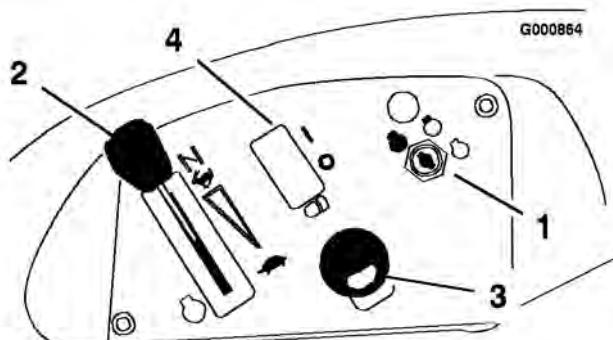
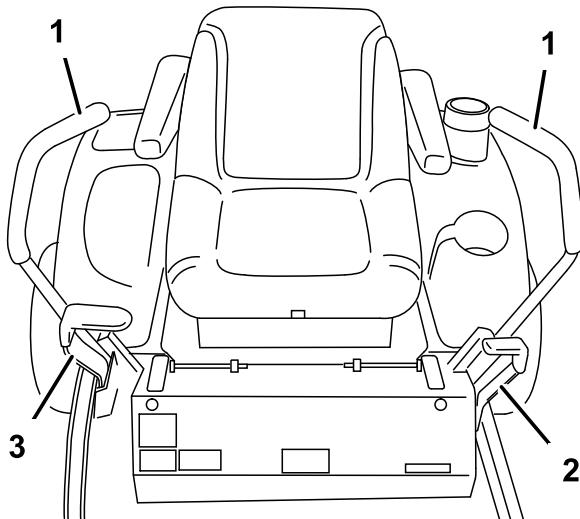

Bild 4
Bild 5
Machen Sie sich mit den Bedienelementen (Bild 4 und Bild 5) vertraut, bevor Sie den Motor anlassen und die Maschine bedienen.
1. Schieben Sie die Fahrantriebshebel (Bild 5) aus der Neutralsperrstellung.